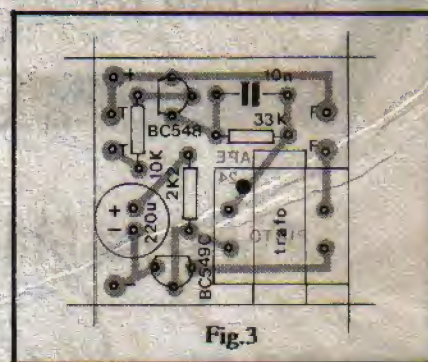

Fig.3
- FIG. 3 - Montagem do PINTO, com a placa agora vista pelo lado **não cobreado**, já com todas as principais peças colocadas. É **importante** dedicar atenção especial ao posicionamento dos componentes polarizados, quais sejam: os transistores e o capacitor eletrolítico. Quem ainda não tem muita prática deve consultar, nessa fase da montagem, o TABELÃO APE (junto às INSTRUÇÕES GERAIS, no começo de toda APE...), na busca da identificação dos terminais dos componentes. Também no TABELÃO o hobbysta iniciante aprenderá a "ler" os valores de resistores e capacitores, através dos vários códigos adotados pelos fabricantes dessas peças. Um componente que também merece atenção na sua colocação é o pequeno transformador de saída, ti-
po "pinta vermelha"... A tal pinta indica o enrolamento **primário** do transformador, devendo a posição final, na placa, estar em conformidade com a informação visual mostrada na fig. 3 (lado do **primário** - com a pinta - voltado "para dentro" da placa, e lado do **secundário** virado para a borda da placa...). Conferir direitinho todos os valores, posições, polaridades, etc, antes de dar-se por satisfeito (ao fim das soldagens) e só então cortar as sobras de terminais, pelo lado cobreado.